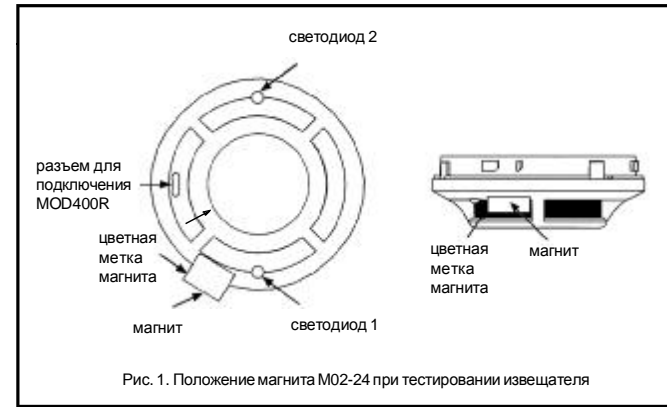

Рис. 1. Положение магнита M02-24 при тестировании извещателя
1. Произведите активизацию извещателя путем позиционирования магнита M02-24 (в комплект поставки не входит) на корпусе извещателя 1151EIS на расстоянии 2 - 2,5 см от светодиода 1 в направлении разъема (Рис. 1). В этом месте на верхней стороне крышки извещателя имеется 2-х миллиметровая риска.